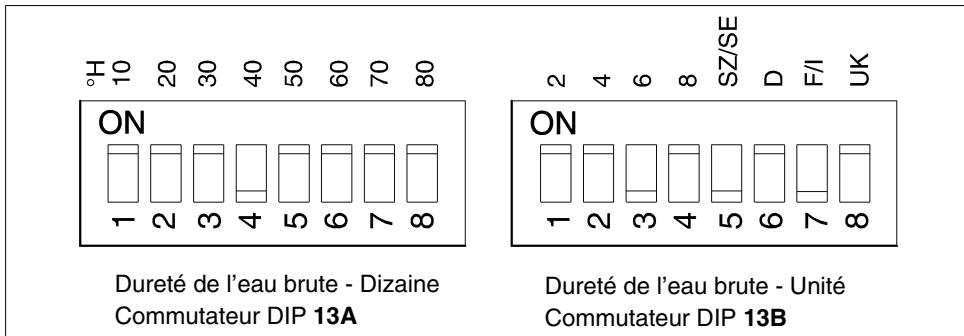

Fig. 9 : Commutateurs DIP
La **dureté d'eau brute** est ajustée par les commutateurs DIP 13A et 13B (cf. fig. 9).
- Pousser le contact 4 du commutateur DIP 13A et le contact 3 du commutateur DIP 13B à la position qui se trouve à l'opposé de la position « ON » (cf. fig. 9).